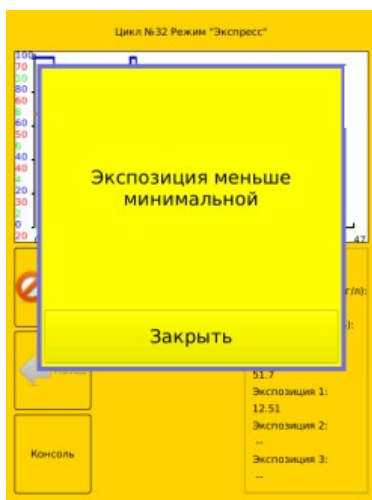

Рис.14
- экспозиция меньше минимальной (рисунок 14).